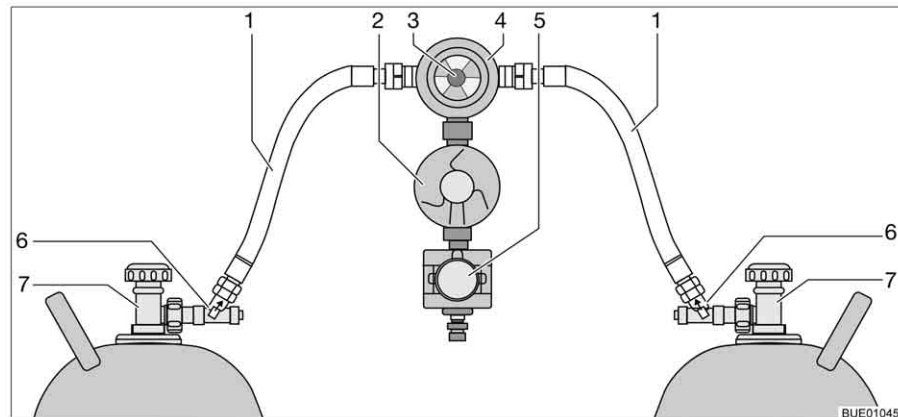

Fig. 81 Dispositif de commutation Crash Protection Unit
La Crash Protection Unit se compose de deux limiteurs de débit à verrouillage manuel (Fig. 81,6), d'une valve de commutation (Fig. 81,4) avec régulateur de pression (Fig. 81,2), d'une électrovanne (Fig. 81,5) et d'une unité de commande à DEL de trois couleurs. La valve de commutation est montée entre les deux lyres (Fig. 81,1).
Un bouton rotatif (Fig. 81,3), situé sur la valve de commutation, permet de définir laquelle des bouteilles de gaz est celle de service et laquelle est celle de réserve.
Seules les fonctions électriques peuvent être activées sur l'unité de commande (Fig. 82). Les robinets principaux des bouteilles de gaz (Fig. 81,7) et les dispositifs de déverrouillage (Fig. 81,6) doivent être ouverts manuellement.
- Ouvrir les robinets principaux des bouteilles de gaz (Fig. 81,7).
- Appuyer sur les dispositifs de déverrouillage (Fig. 81,6) l'un après l'autre pendant 10 secondes.
- Choisir la bouteille de gaz avec le bouton rotatif (Fig. 81,3) de la valve de commutation (Fig. 81,4) à partir de laquelle le gaz sera utilisé principalement (bouteille de service).
- Fermer les robinets principaux des bouteilles de gaz (Fig. 81,7).